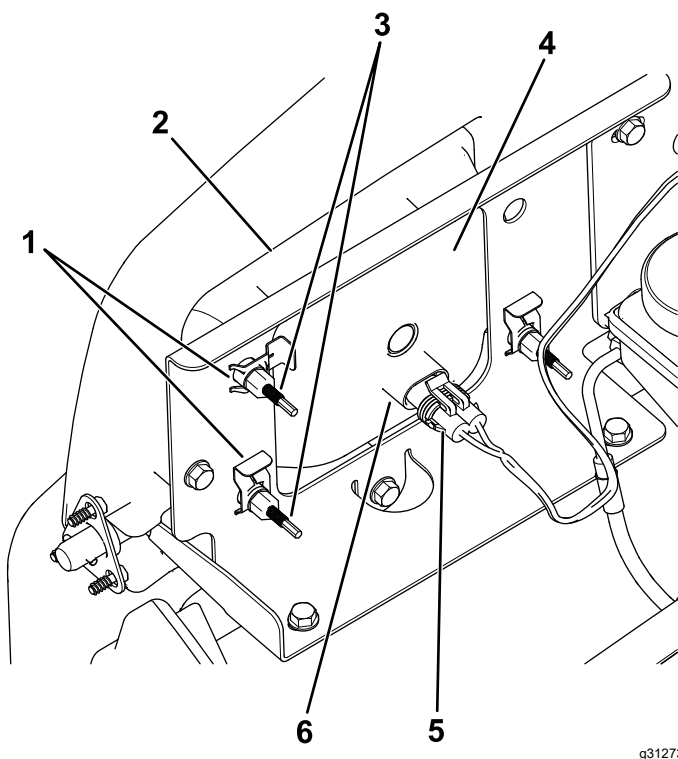

Figura 49
3. Desligue o conector elétrico para a cablagem do conector do conjunto da lâmpada (Figura 49).
- Retire os cliques rápidos que fixam o farol ao respetivo suporte (Figura 49).
- Retire o conjunto do farol movendo-o para a frente através da abertura no pára-choques dianteiro (Figura 49).
- Instale o novo farol através da abertura no pára-choques (Figura 49).
- Ligue o conector elétrico para a cablagem ao conector do conjunto da lâmpada (Figura 49).
- Na parte traseira do conjunto de faróis, rode os parafusos de ajuste (Figura 49) para inclinar o conjunto dos faróis e alinhar a posição do feixe.